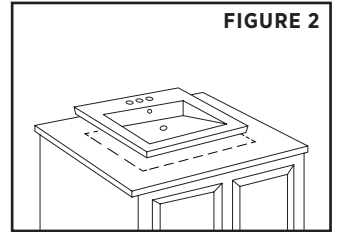

FIGURE 2
Locate the proper place on the vanity top that the drop-in basin will be installed. Make sure that there is enough room under the vanity top for the faucet, water supply lines, drain assembly and bottom of drop-in basin. Spacing on back of drop-in to backsplash of vanity should have enough distance to accommodate desired faucet (not included) **(FIGURE 2)**.
*Déterminez l'endroit sur le dessus du meuble-lavabo où vous souhaitez encastrer le lavabo. Assurez-vous qu'il y a suffisamment d'espace sous le dessus du meuble-lavabo pour les conduites d'arrivée, le vidange et la profondeur du lavabo. Prévoyez assez d'espace entre l'arrière du lavabo et le dossier du meuble-lavabo pour poser le robinet choisi (non inclus) **(FIGURE 2)**.*